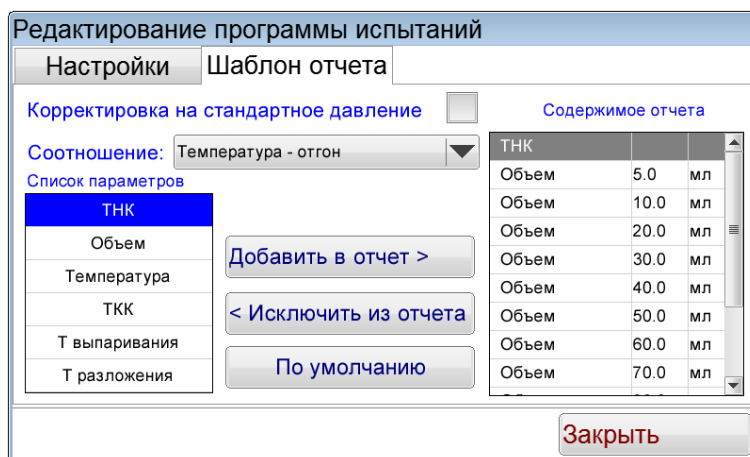

Рисунок 13 – Окно «Шаблон отчета»
4.5.1.8 Выбрать окно «Шаблон отчета» (см. рисунок 13).